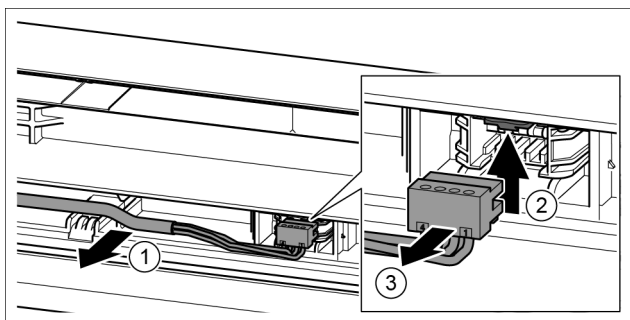

Fig. 19
- ▶ Sivý kábel opatrne uvoľnite z vedenia vo dverách. Fig. 19 (1)
- ▶ Strmeň potlačte nahor. Fig. 19 (2)
- ▶ Opatrne vyťahnite zástrčku. Fig. 19 (3)